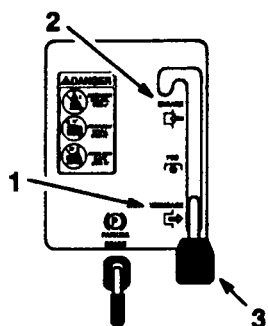

Fig. 7
3. Sett knivkontrollen (kraftuttaket) på “DISENGAGED” (fig. 7).